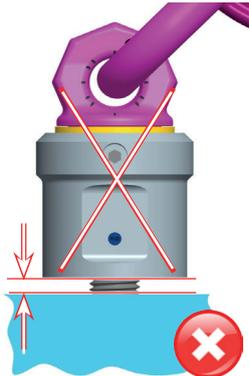

Fig. 5: Il punto di sollevamento deve essere completamente avvitato.
- La lunghezza sporgente della filettatura deve essere adattata allo stato dell'avvitamento in modo tale da consentire alla superficie di appoggio del punto di sollevamento di aderire perfettamente (Fig. 5). Tra l'estremità della filettatura e il fondo della filettatura interna deve essere presente un gioco sufficiente per consentire il serraggio.